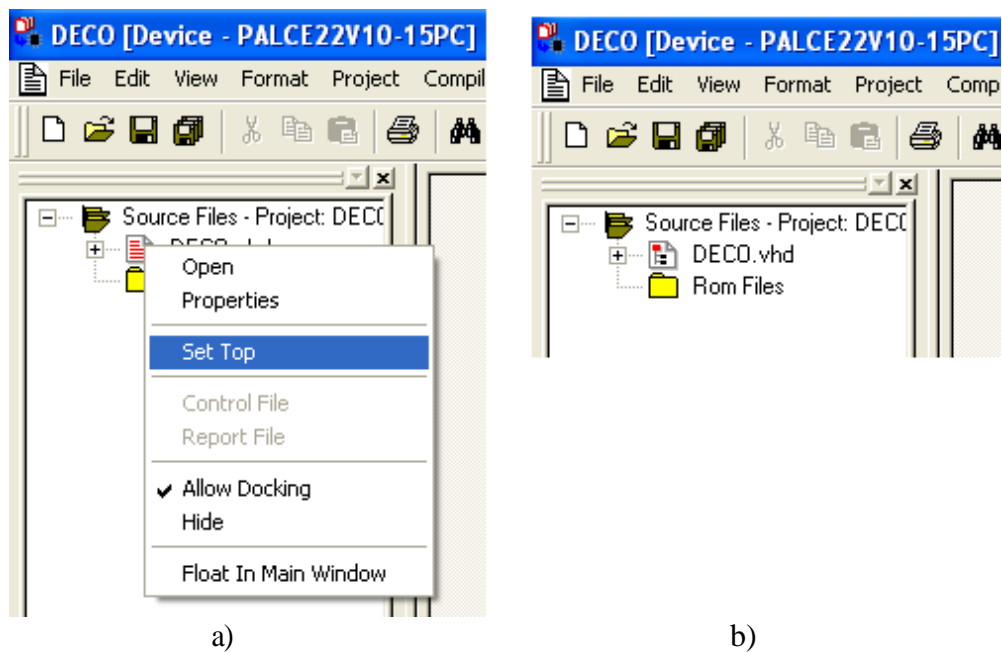

Figura 3.
5. Se puede observar en la figura 3, que la ventana izquierda cambia. Esto es debido al hecho de que ya es un proyecto. Se da clic con el botón derecho del ratón y se selecciona **Set Top**, todo esto es sobre el icono del archivo creado *deco.vhd*. Además se puede observar, en la figura 3b, que también cambia dicho icono.